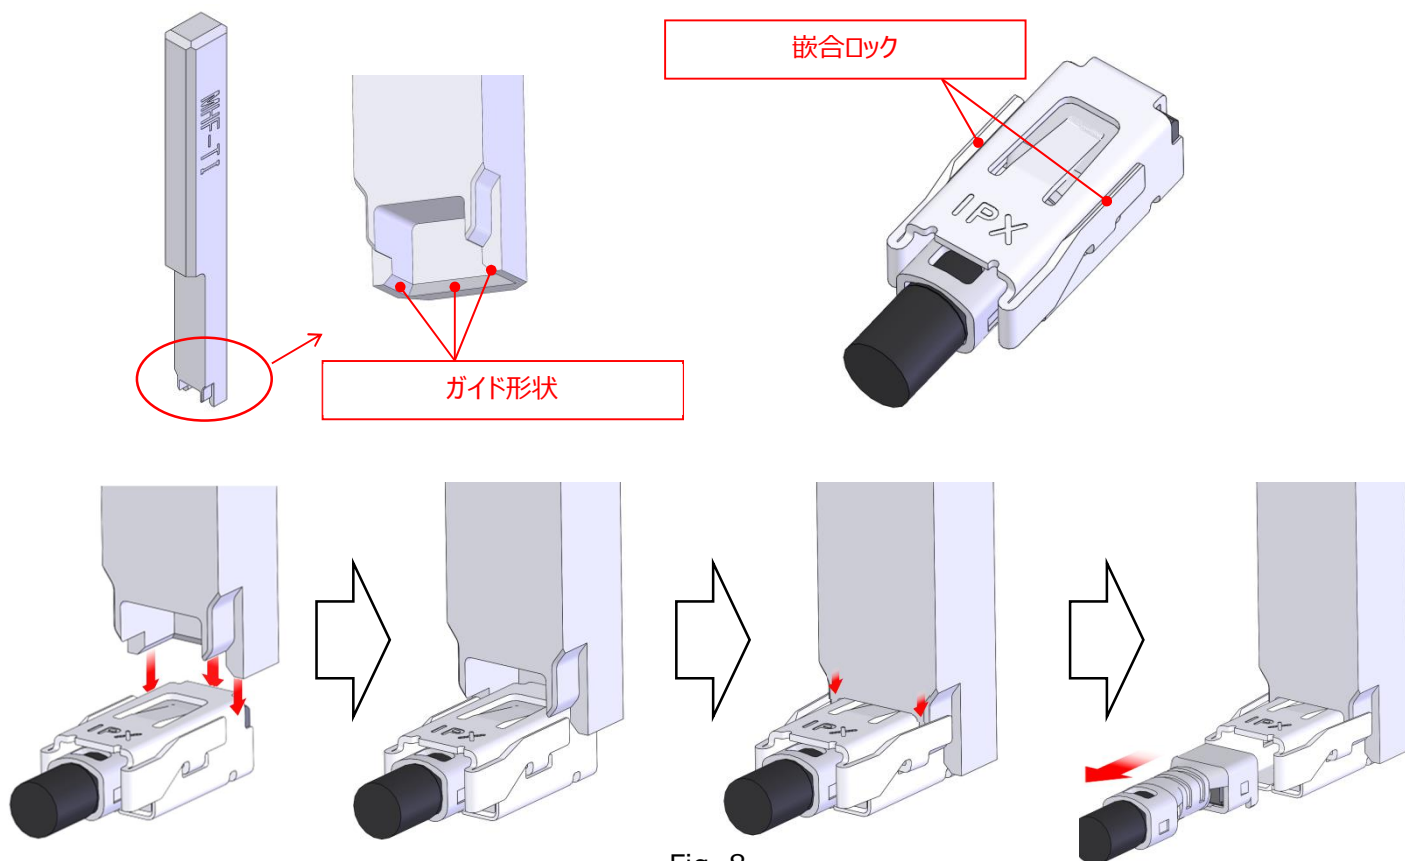

Fig. 8
- ① Fig. 8 のようにガイド形状に合わせ抜去 JIG をリセプタクルにセットし、抜去 JIG を垂直に押し込み嵌合ロックを解除します。抜去 JIG でロックを解除した状態を維持して、プラグ側を水平に引っ張り、抜去を行います。この時、リセプタクルを固定した状態で行った方が抜去をスムーズに行えます。